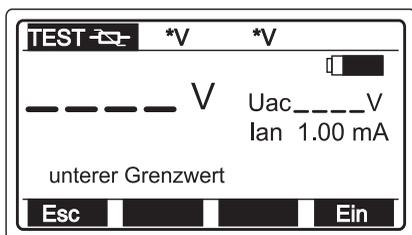

Bild 86: Einstellmenü für die Grenzwerte
- ▶ Zur Einstellung der Grenzwerte zuerst die Funktionstasten F1 (Ulim) oder F2 (Olim) drücken, um in das Einstellmenü für die Grenzwerte zu gelangen, siehe Bild 86: